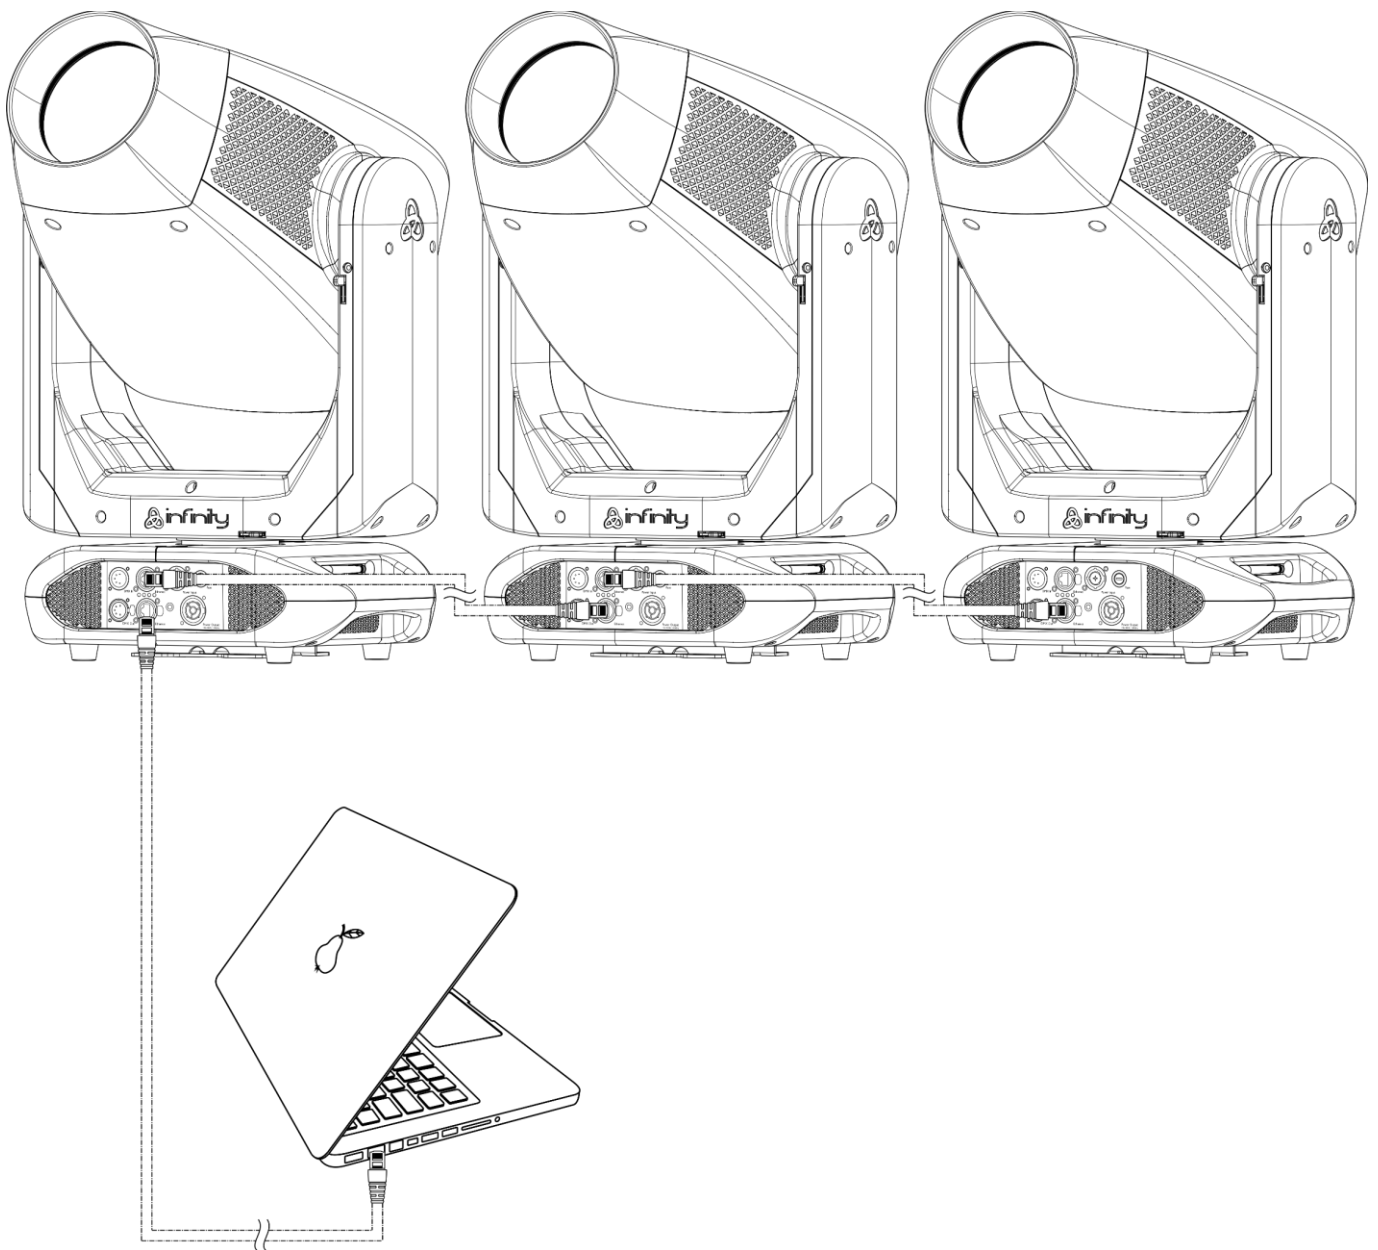

Abb. 07
- 05) Verbinden Sie die Geräte wie in Abb. 07 abgebildet. Schließen Sie den RJ45-Ausgang des ersten Geräts mit einem CAT5/CAT6-Kabel an den Eingang des zweiten Geräts an. Wiederholen Sie diesen Vorgang, um das zweite, dritte und vierte Gerät ebenfalls zu verbinden.